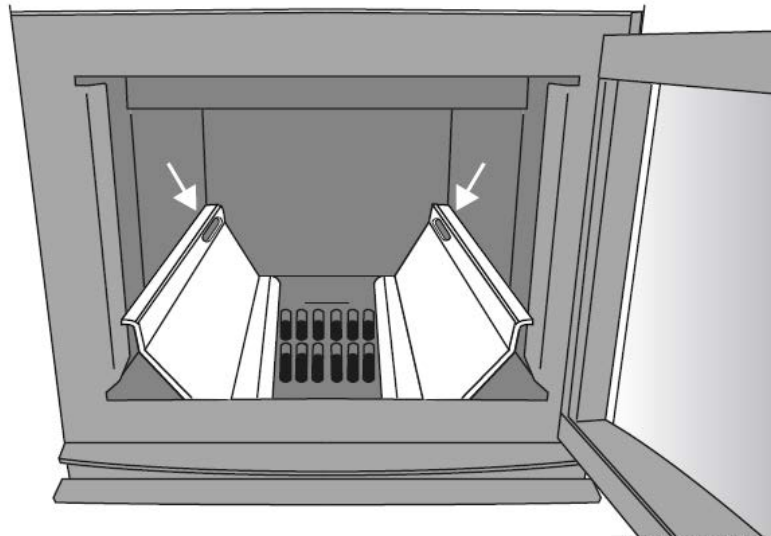

Abbildung 20: Verbrennungsluftkanäle des Holzofens
2. Vergewissern Sie sich, dass sich die Verbrennungsluftkanäle des Holzofens an den in nachfolgend dargestellten Positionen der Abbildung 20 befinden.